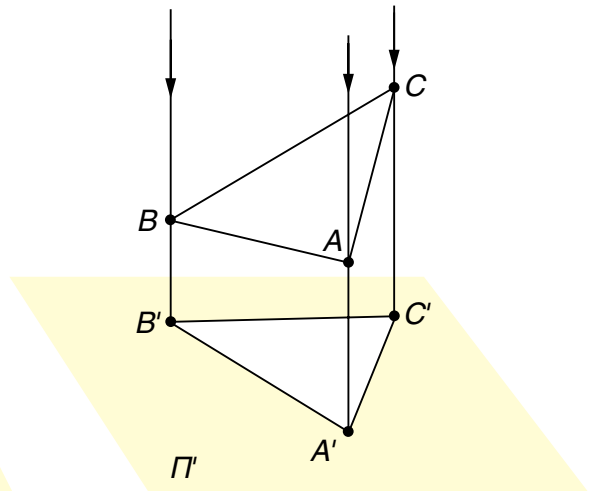

Рис. 37. Прямоугольное проецирование треугольника
4. Рассмотрите рисунок 37. Расскажите о прямоугольном проецировании треугольника.